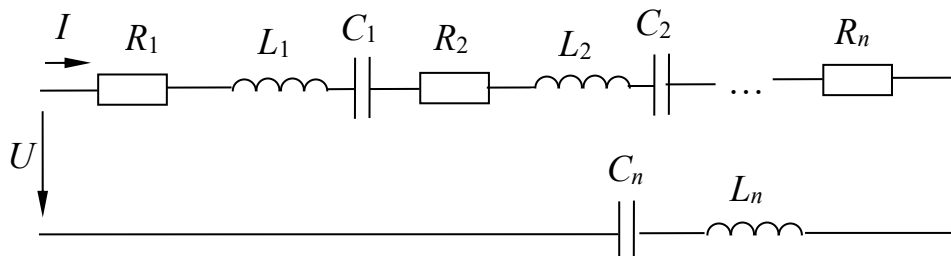

Рисунок 9 – Электрическая цепь с последовательным соединением элементов  $R, L$  и  $C$
**Задача 1.** Пусть задана расчетная схема с последовательным соединением элементов  $R, L$  и  $C$  с параметрами  $R_1 \dots R_n, X_{L1} \dots X_{Ln}, X_{C1} \dots X_{Cn}$  и напряжением  $U$  на входе (рисунок 9). Определить ток  $I$ , угол сдвига по фазе  $\varphi$  и мощность на входе цепи.